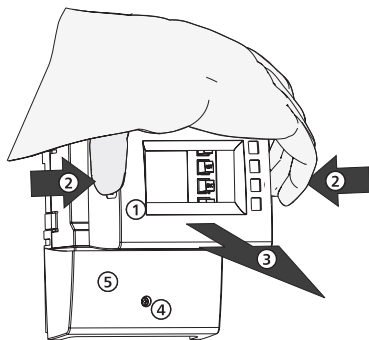

Fig. 1: Rimozione del pannello frontale
- ▶ Afferrare il pannello frontale ① alle scanalature laterali ② e tirare in avanti ③ (fig. 1).
1. Allentare la vite ④ (fig. 1).
2. Togliere la calotta coprimorsetti ⑤.